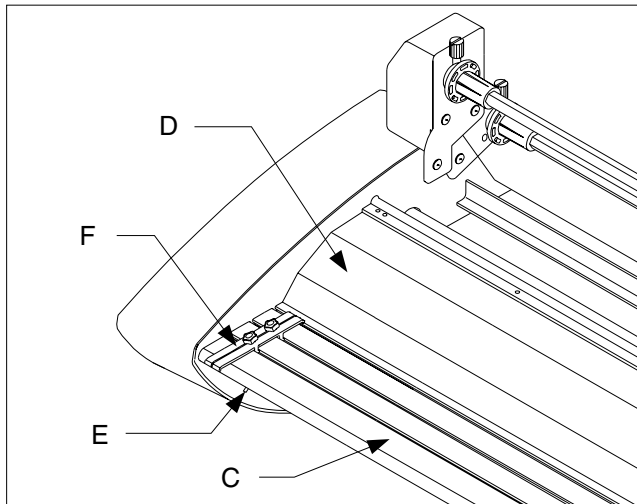

Fig. 3
**C. FEED TABLE:** The Feed Table, Figure 3, is used to position items for lamination. **The laminator will operate only when the Feed Table and Feed Table Latch are properly installed.**
**E. TABLE INTERLOCK LATCH:** Used to lock the Feed Table into position and activate an interlock switch. The interlock latch is located on the left underside of the Feed Table, (Figure 3). The table cannot be removed without retracting the latch to the right while lifting the table upwards and away from the laminator. **The laminator will not operate when the table is removed and/or the interlock latch is retracted.**
**F. FEED GUIDE:** The Feed Guide, Figure 3, permits alignment of the item(s) to be laminated. To position the adjustable guide, loosen the knob on the top of the guide, slide it to the desired position and tighten the knob to secure the Feed Guide in place. The Feed Guide is used to keep longer items straight. The Feed Guide may also be used to feed smaller items side by side by positioning the guide towards the center of the Feed Table and placing smaller items against each side of the Feed Guide as they are being introduced into the nip point of the heat rollers.
**C. ANLEGETISCH:** Auf dem Anlegetisch, Abb. 3, werden die zu laminierenden Artikel gelagert. **Das Laminiergerät funktioniert nur, wenn der Tisch und die entsprechende Verriegelung ordnungsgemäß installiert sind.**
**E. TISCHVERRIEGELUNG:** Damit wird die Position des Anlegetisches gesichert und ein Verriegelungsschalter aktiviert. Der Riegel befindet sich links auf der Unterseite des Tisches (Abb. 3). Der Tisch kann nicht entfernt werden, ohne dass vorher der Riegel nach rechts geschoben und der Tisch gleichzeitig angehoben und vom Laminiergerät weggezogen wird. **Wenn der Tisch entfernt wird und/oder der Riegel sich in zurückgezogener Stellung befindet, ist das Laminiergerät nicht betriebsbereit.**
**F. ZUFUHRHILFE:** (Abb. 3) Damit werden der oder die zu laminierenden Artikel ausgerichtet. Die Zufuhrhilfe ist verstellbar: Den Knopf auf der Oberseite lösen, in die gewünschte Stellung schieben, den Knopf zur Sicherung wieder anziehen. Die Zufuhrhilfe dient dazu, längere Artikel gerade zu halten. Sie kann auch dazu verwendet werden, kleinere Artikel nebeneinander einzuführen. Dazu wird die Zufuhrhilfe in die Mitte des Anlegetisches gestellt und kleinere Artikel an beide Seiten der Zufuhrhilfe angelegt, von wo sie zum Berührungspunkt mit den Heißwalzen geführt werden.
**C. INVOERTAFEL:** De invoertafel (zie afb. 3) wordt gebruikt om documenten in de juiste positie te brengen voor laminatie. **De laminator werkt alleen als de invoertafel en de vergrendeling ervan correct zijn geïnstalleerd.**
**E. TAFELVERGREDELING:** Deze wordt gebruikt om de invoertafel in de juiste positie vast te zetten en een vergrendelingsschakelaar te activeren. De vergrendeling bevindt zich aan de linkeronderzijde van de invoertafel, zie afb. 3. De tafel kan alleen worden verplaatst door de vergrendeling naar rechts te trekken en gelijktijdig de tafel op te tillen, weg van de laminator. **De laminator werkt niet als de tafel wordt verwijderd en/of ontgrendeld.**
**F. INVOERGELEIDER:** Met behulp van de invoergeleider, zie afb. 3, kan het te lamineren document precies worden gecentreerd. Om de afstelbare geleider in de juiste positie te plaatsen, draait u de knop bovenop de geleider los, schuift u hem in de gewenste positie en draait u de knop weer aan zodat de invoergeleider zich op zijn plaats bevindt. De invoergeleider wordt gebruikt om langere documenten recht te houden. De invoergeleider kan ook worden gebruikt om kleinere documenten naast elkaar in te voeren; plaats daartoe de geleider in het midden van de invoertafel en plaats de kleinere documenten tegen de zijanten van de geleider bij het invoeren tussen de grijpzone van de warmterollers.
**C. TABLE D'ALIMENTATION:** la table d'alimentation (Figure 3) est utilisée pour positionner les documents à plastifier. **La plastifieuse ne peut fonctionner que si la table d'alimentation est correctement positionnée et verrouillée.**
**E. VERROUILLAGE DE LA TABLE D'ALIMENTATION:** permet de bloquer la table d'alimentation; le verrouillage est situé sous la table d'alimentation (Figure 3). Pour retirer la table, soulevez-la en tirant le loquet vers la droite. **La plastifieuse ne peut fonctionner que si la table d'alimentation est correctement positionnée et verrouillée.**
**F. GUIDE DE POSITIONNEMENT:** ce guide (Figure 3) permet d'aligner les documents à plastifier. Pour régler le guide, desserrez le bouton-vis du guide, faites glisser le guide jusqu'à la position désirée et resserrez le bouton-vis pour maintenir le guide en position. Ce guide est utilisé pour maintenir les documents bien alignés. Il peut être également utilisé pour positionner de petits documents côte à côte: placez alors le guide au centre de la table d'alimentation et alignez les documents de chaque côté du guide pour qu'ils soient entraînés par les rouleaux chauffants.